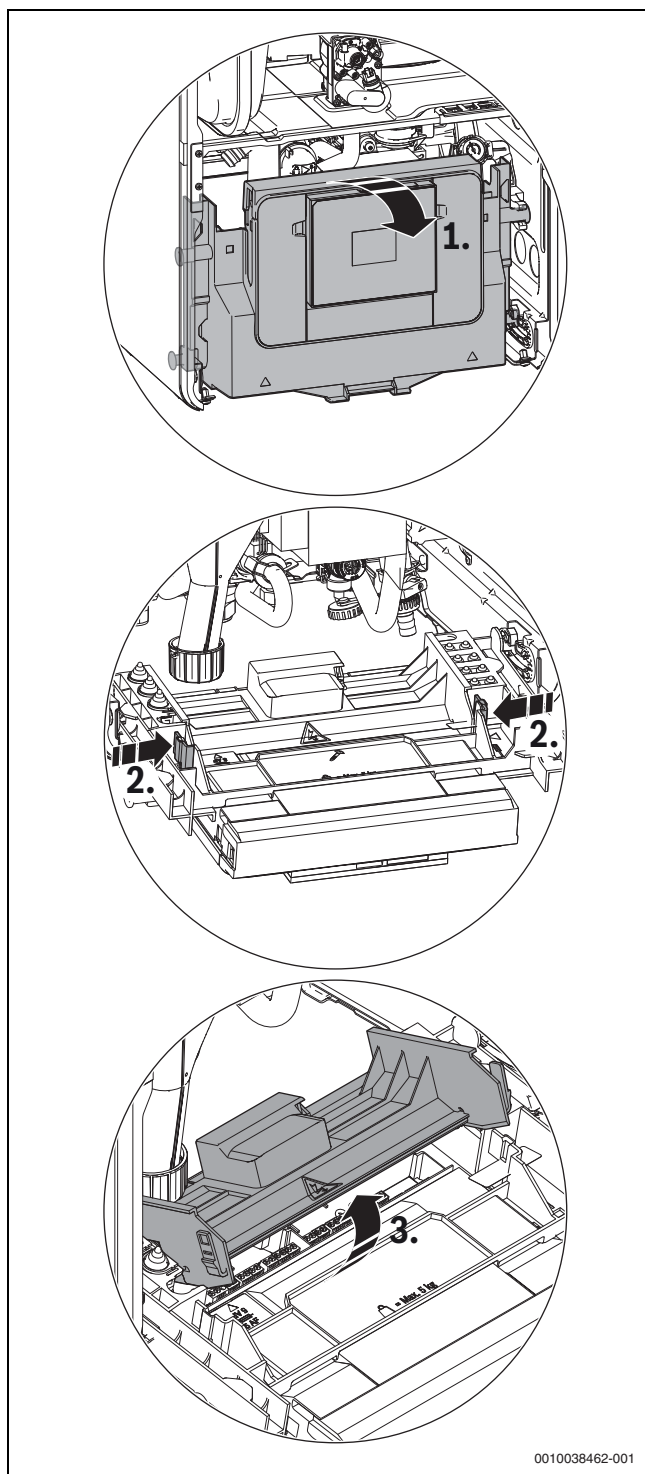

Fig. 39 Ouverture du cache
- ▶ Rabattre l'appareil de commande (→ fig. 39).